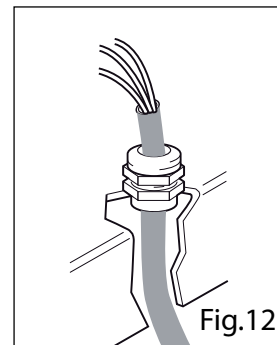

Fig.12
- El cable modelo H07RN-F debe ser introducido en el aparato mediante el sujeta-cable, colocado en la posición correcta y bloqueado mediante el sujeta-cable (Fig. 12).